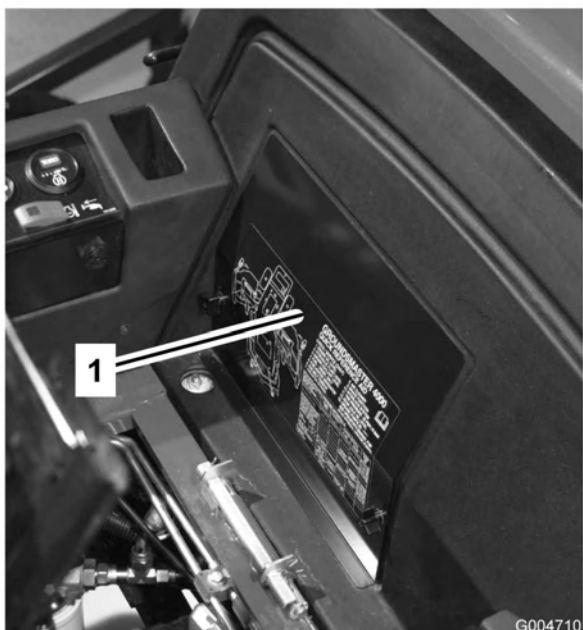

Figura 54
2. Togliete il coperchio della batteria (Figura 54).